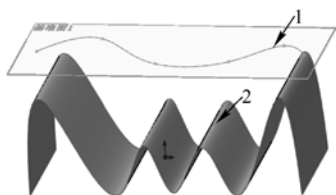
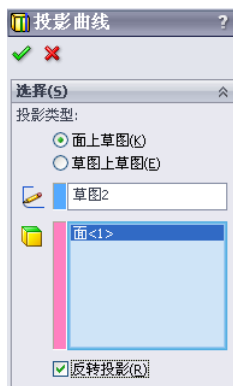

图 3-8 绘制样条曲线 1
图 3-9 “投影曲线”属性管理器 1
5) 在新平面上绘制样条曲线，如图 3-8 所示。绘制完毕退出草图绘制状态。
7) 点选“面上草图”单选钮，在 (要投影的草图) 列表框中，单击选择如图 3-8 所示的样条曲线 1；在 (投影面) 列表框中，单击选择如图 3-8 所示的曲面 2；在视图中观测投影曲线的方向，是否投影到曲面，勾选“反转投影”复选框，使曲线投影到曲面上。“投影曲线”属性管理器设置如图 3-9 所示。